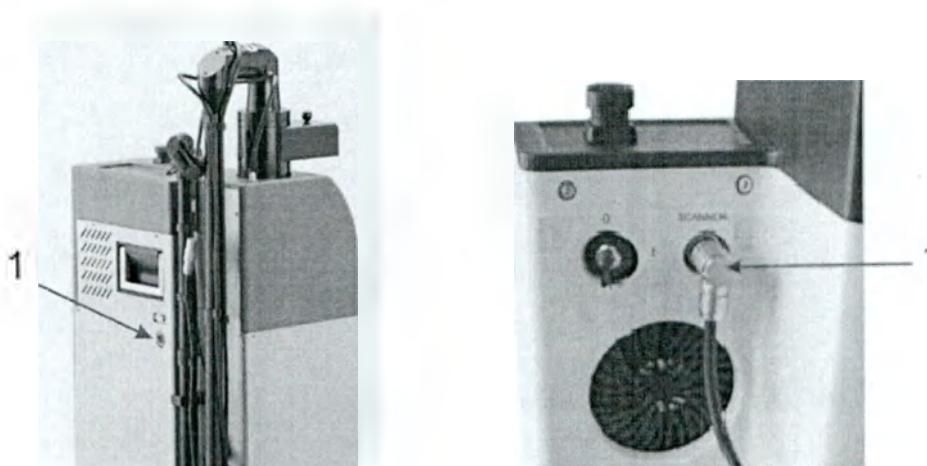

Рис. 24. Как установить наконечник сканирующий Mixto.
- Подключите другой конец удлинительного провода к коннектору на задней панели аппарата (указатель 1 на рис. 24).